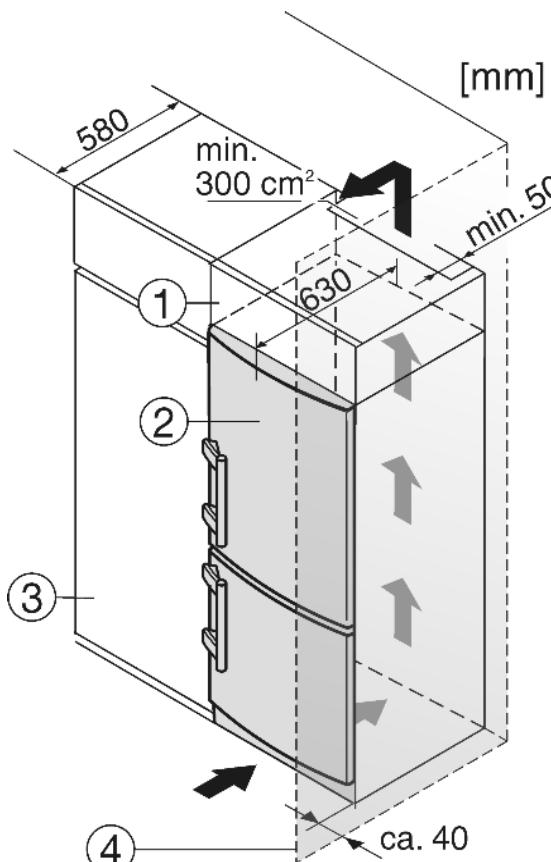

Fig. 12
(1) Дополнительный шкафчик
(2) Устройство
(3) Кухонный шкаф
(4) Стенка
Устройство может быть окружено предметами кухонной обстановки. Чтобы уравнять устройство Fig. 12 (2) по высоте с кухонной стенкой, можно установить над устройством соответствующий дополнительный шкафчик Fig. 12 (1).
При комбинировании с обычными кухонными шкафами (глубина макс. 580 мм) устройство можно установить непосредственно рядом с кухонным шкафом Fig. 12 (3). Дверь устройства выступает по сторонам на 34 мм и по центру устройства на 50 мм относительно передней стенки кухонного шкафа. Поэтому ее можно свободно открывать и закрывать.
Если устройство установлено на шарнирах у стены Fig. 12 (4), то расстояние между устройством и стеной должно быть не менее 40 мм. Настолько выступает ручка при открытой дверце.